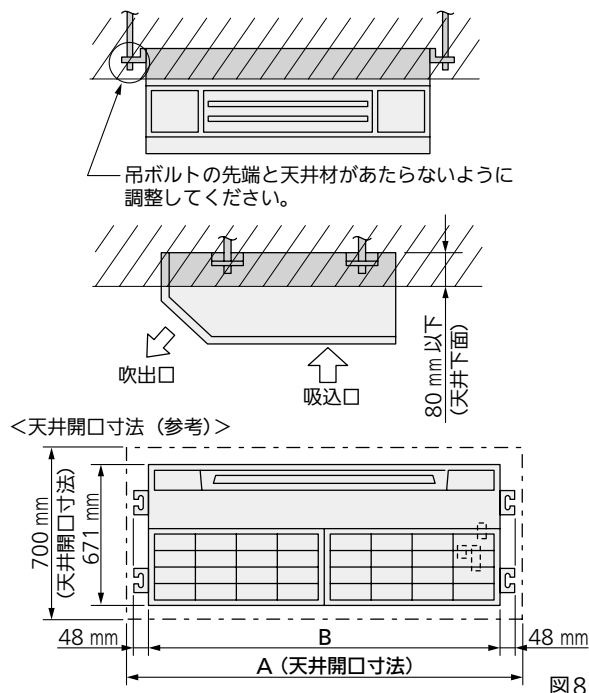

図8
- 5-7. 一部を天井内へ埋め込む場合、前もって埋込み穴を天井に開けてください。(図8)
- 5-10. 室内ユニットの吊り下げは、図8に従って行ってください。